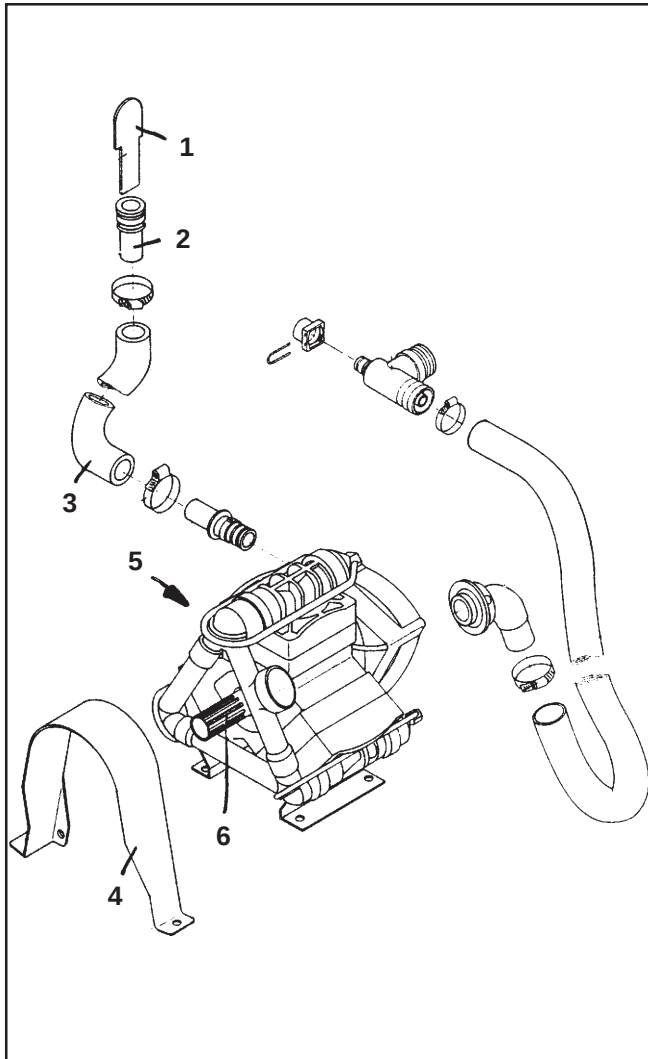

Рис. 9.1
- Снять крышку со сливного патрубка (рис. 9.1/5, 9.2/1, 9.3/5) и мембрану (только у 6-ти цилиндровых поршневых насосов).